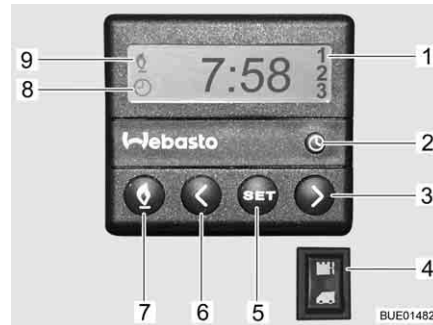

Fig. 204 Unité de commande pour le chauffage d'appoint
- Appuyer sur la touche (Fig. 204,7). Le mode chauffage est indiqué par le symbole (Fig. 204,9). Le ventilateur ne s'allume que quand la température de l'eau de refroidissement atteint 30 °C.
- Appuyer sur la touche (Fig. 204,7). Le symbole (Fig. 204,9) s'éteint.
- Appuyer sur le bas de l'interrupteur (Fig. 204,4). Le moteur est préchauffé. Le ventilateur est immédiatement allumé.
- Appuyer sur le haut de l'interrupteur (Fig. 204,4). Le moteur reste froid.
- Appuyer sur la touche (Fig. 204,2). Le menu réglage de l'heure est indiqué par le symbole (Fig. 204,8).
- Régler l'heure avec les touches (Fig. 204,3 et 6).
- Appuyer sur la touche (Fig. 204,5).
- Régler le temps de démarrage dans les 10 secondes qui suivent avec les touches (Fig. 204,3 et 6).
- Appuyer plusieurs fois sur la touche (Fig. 204,5) jusqu'à ce que le numéro de programme désiré (Fig. 204,1) apparaisse sur l'écran.